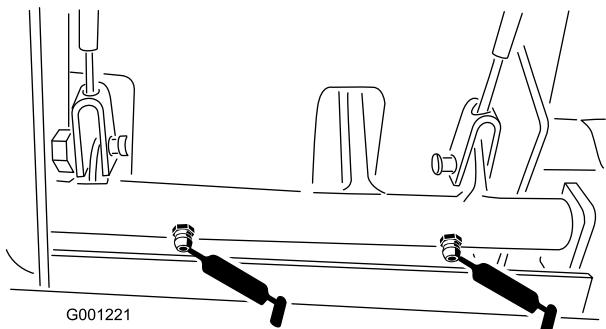

図 38
- ブレーキのピボット・ブッシュ(図 38)
- ブレーキケーブル(ホイール側とペダル側の端部)(図 38)